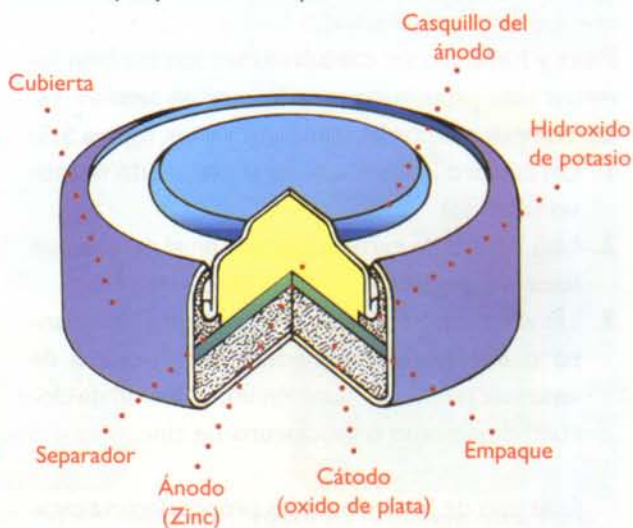

Figura 5.9. Estructura interna de una pila de óxido de plata
**Las pilas y baterías de dióxido de plata:** suministran 1,5V por celda. El ánodo es un gel de zinc pulverizado, el cátodo una combinación de óxido de plata con dióxido de manganeso y el electrolito una solución de hidróxido de sodio o de potasio. **Figura 5.9.** Son utilizadas principalmente en relojes y audífonos para sordos.